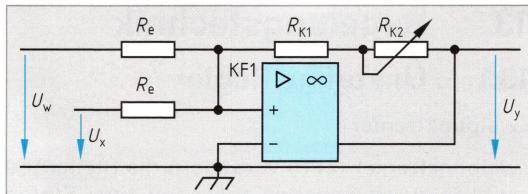

Bild 1: Nicht invertierender Zweipunktregler
Zweipunktregler können auch als nicht invertierende Schaltung ausgeführt werden (**Bild 1**). Zur Einstellung der Schaltdifferenz (Hysteresis) wird der Rückkopplungswiderstand als Reihenschaltung eines Potenziometers mit einem Festwiderstand ausgeführt.
- Ein nicht invertierender Zweipunktregler (**Bild 1**) ist mit $R_e = 10 \text{ k}\Omega$ und $R_K = 30 \text{ k}\Omega$ beschaltet. Berechnen Sie a) die Schaltspannungen U_o , U_u und b) die Schaltdifferenz ΔU_x für $U_w = 4 \text{ V}$ und $U_b = U_{y\max} = \pm 15 \text{ V}$.